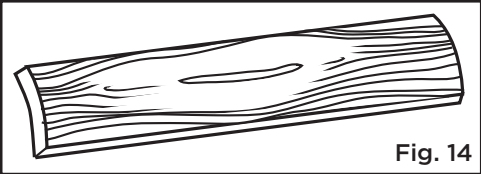

Fig. 14
POUR RABOTER LE BOIS TORDU (Fig. 14)
**POUR RABOTER DU BOIS EN FORME D'UNE COUPE (Fig. 14)**